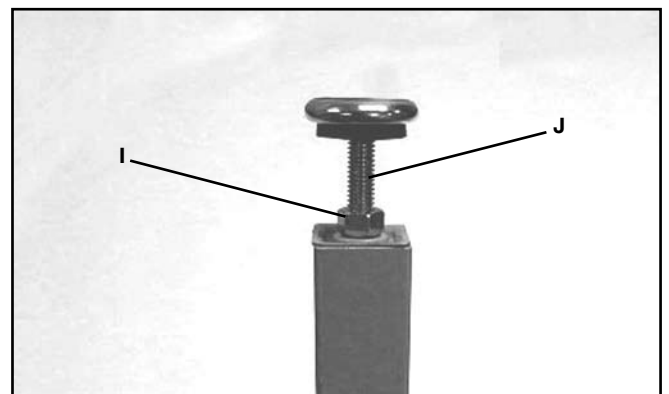

FIG. 18
8. Visser le contre-écrou (I) de $\frac{3}{8}$ po (9,5 mm) sur la vis de nivellement (J). Visser la vis de nivellement dans l'adaptateur du pied. La figure 18 illustre le module de pied de nivellement assemblé à la patte de la table. Répéter pour assembler l'autre module de pied à l'autre patte de table. **REMARQUE : les réglages en hauteur se feront ultérieurement.**